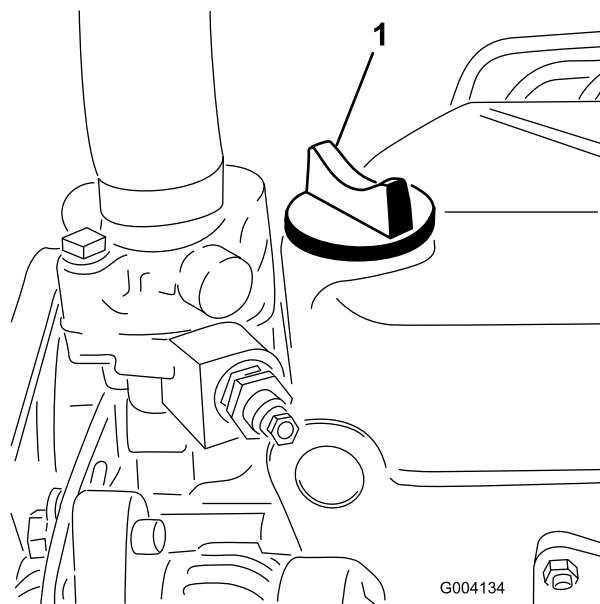

Figure 28
5. Si le niveau n'atteint pas le repère maximum, enlevez le bouchon de remplissage (Figure 28) et faites l'appoint jusqu'à ce que le niveau correct soit atteint.